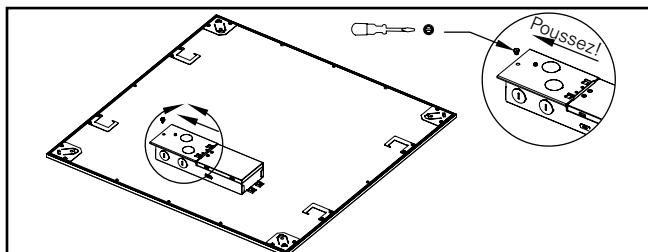

Figure 1.
- Repérez le couvercle de la boîte de jonction du luminaire et glissez-le afin de le retirer. (Figure 1.)